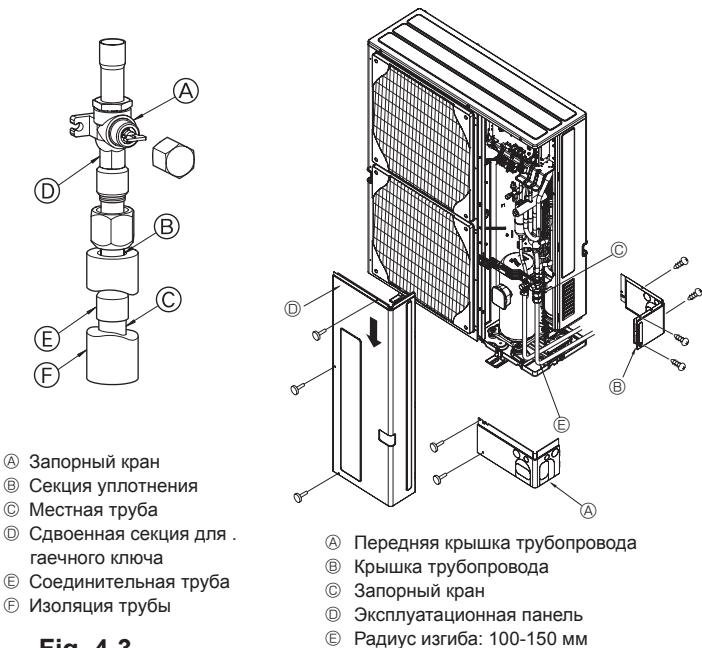
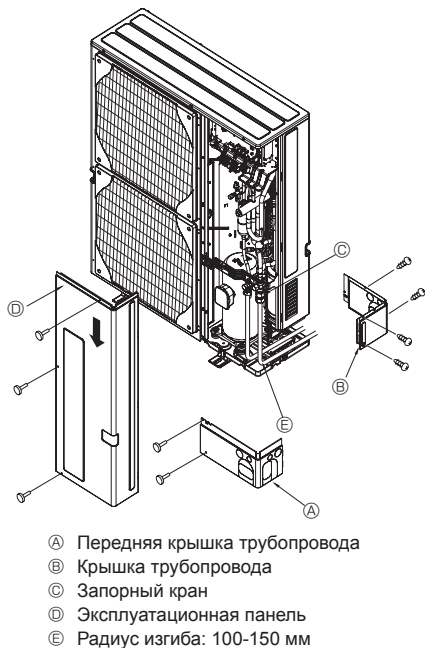

Fig. 4-3
Fig. 4-4
- 3 Для соединения труб со стороны газа необходимо выполнить следующие операции. (Fig. 4-3) (SHW230)
- 1 Припаяйте соединительную трубу (D), предназначенную для присоединения к наружному прибору, используя твердый припой местного производства, и местную трубу (C) из бескислородной меди.
- 2 Присоедините соединительную трубу (E) к запорному крану со стороны газа. Используйте два ключа, чтобы затянуть гайку с фланцем.
4.3. Прокладка труб хладагента (Fig. 4-4)